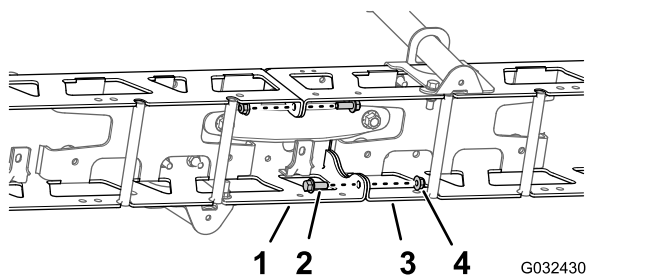

図 50
1. 左右のトラスフレームの垂直フランジを固定しているフランジヘッドボルト 3/8 x 1 インチ 2 本とロックナット 3/8 インチ 2 個を取り外す 図 50。